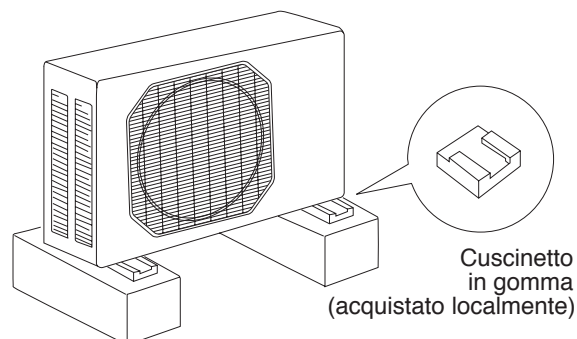

Fig. 5d
- Installare i cuscinetti in gomma sotto i piedini dell'apparecchio per ridurre le vibrazioni ed il rumore. (Fig. 5d)